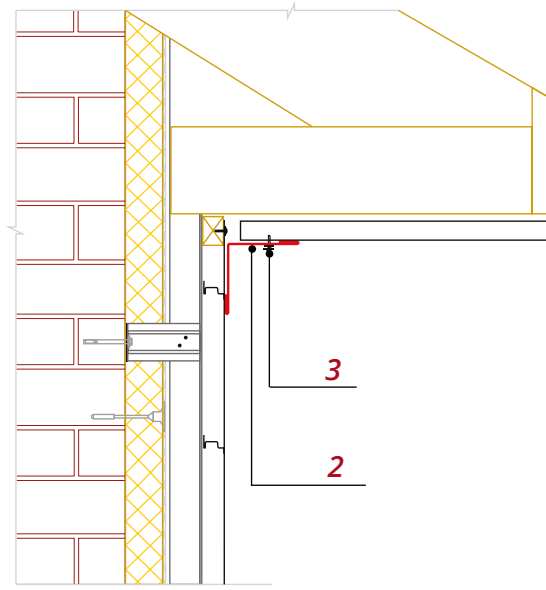

Рис. 30
■ Если требования к внешнему виду объекта не требуют скрыть крепеж, для окончания отделки фасада используйте Планку угла внутреннего 50\*50 (*рис.30*).